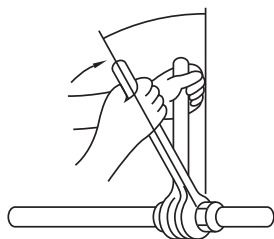

Fig. 5-9
- Appliquer une fine couche d'huile de réfrigérant sur la surface du siège de conduite. (Fig. 5-9)